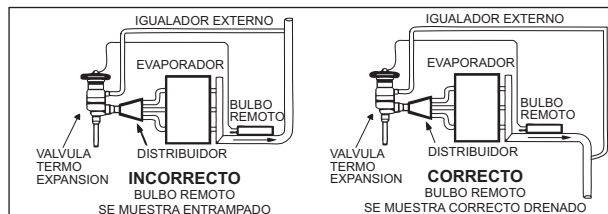

Figura 1
7. Conecte un extremo de la línea externa del igualador a la válvula. Conecte el otro extremo a la línea de succión, ligeramente corriente abajo de la ubicación del bulbo remoto, y posicionado de tal manera que no pueda sifonar aceite de la línea de succión. Ver Figura 1.